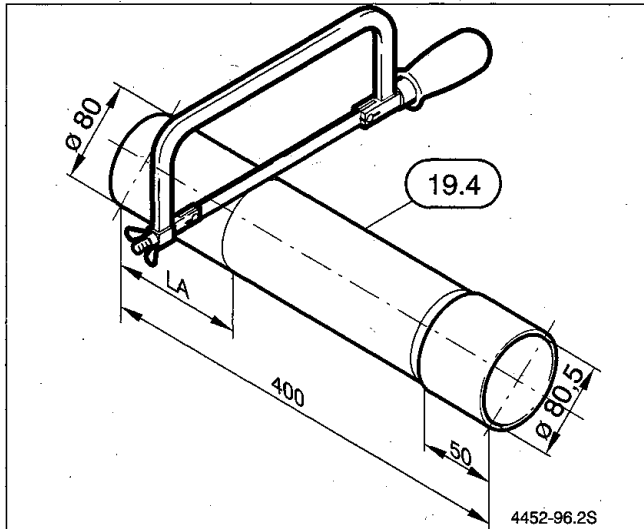

Bild 18
- Längen Sie das Abgasrohr (19.4) auf das Maß „ $L_A$ “ rechtwinklig ab und entgraten Sie die Schnittkanten (Bild 18).